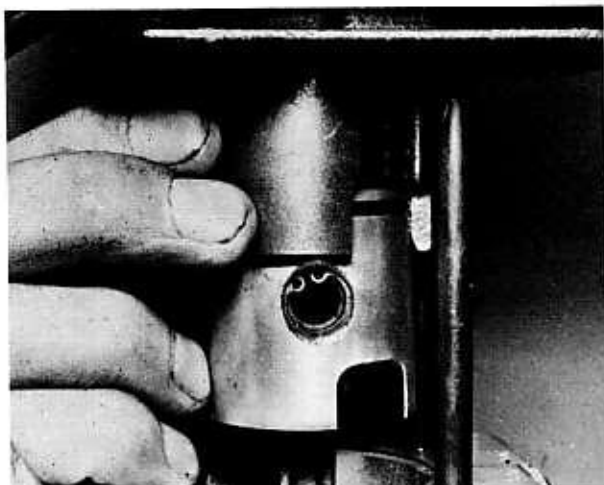

Bild 38
- Eine neue Zylinderfussdichtung auf die Dichtfläche des Kurbelgehäuses legen und die Zylinderlaufbahn mit sauberem Motorenöl schmieren. Die Kurbelwelle auf den oberen Totpunkt einstellen und den Zylinder über die Stiftschrauben bis zum Kolbenboden absenken. Die Kolbenringe einzeln zusammendrücken und in den Zylinder einführen; dabei darauf achten, dass die Ringstösse genau über den Sicherungsstiften liegen (Bild 38). Für diese Arbeit ist grosse Sorgfalt nötig, da die Ringe sehr spröde sind und leicht zerbrechen.